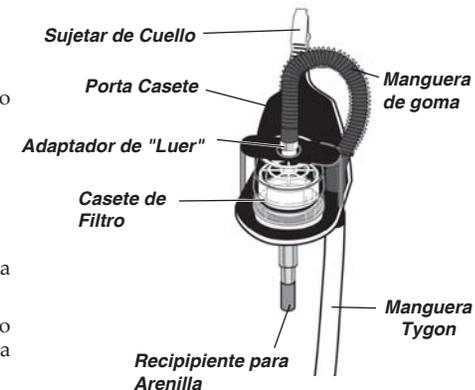

Figura 3
- Inserte el ciclón previamente ensamblado en la parte fija del porta casete (ver Figura 3). Asegúrese de que el ciclón embone correctamente en el porta casete, enseguida coloque la parte móvil del porta casete de manera que sujete el casete ensamblado con el ciclón haciendo presión hacia abajo.